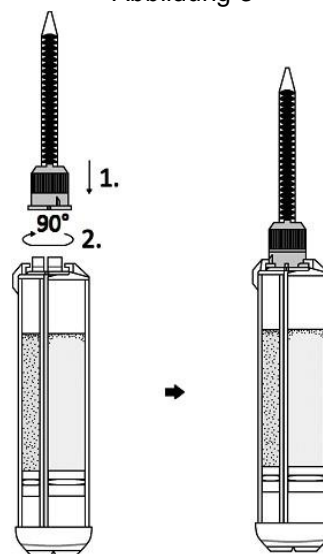

Abbildung 5
5. Die Applikatorspitze fest auf die Spritze aufdrücken und die Mutter der Applikatorspitze um 90° im Uhrzeigersinn drehen, um die Spitze auf der Spritze zu fixieren (Abbildung 5).